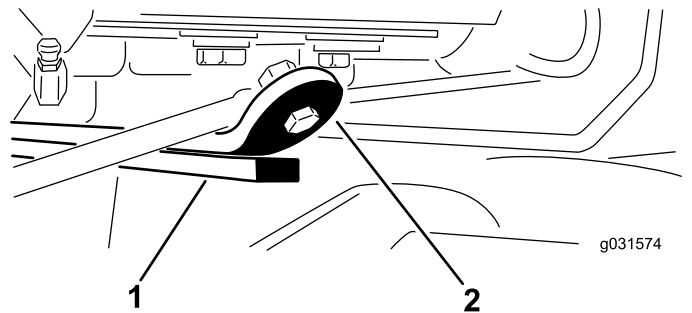

図 14
3. エンジンを始動し、昇降アームを上昇させて、後カuttingユニット上部にあるウェアのウェアストラップとバンパーストラップとの間のすき間が、0.512.54mm になっていることを確認する 図 14。